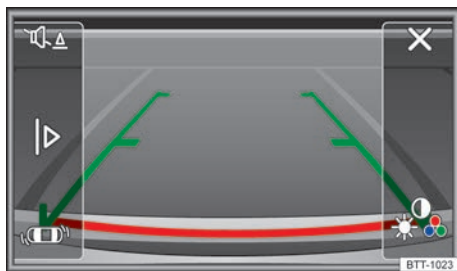

**Fig. 95** No para-choque traseiro: local de instalação do assistente de condução em marcha a ré.
- ✓ Uma imagem confiável e clara, por exemplo, condições de visibilidade boas e uma lente limpa → Fig. 95.
A câmera de marcha a ré → Fig. 95 (seta) somente fornece imagens bidimensionais. As reentrâncias, bem como os objetos salientes no solo ou as peças salientes de outros veículos, são difíceis de serem reconhecidas ou não podem ser reconhecidas devido à ausência de profundidade no display.
Manter a lente da câmera → Fig. 95 limpa, sem neve e sem gelo: